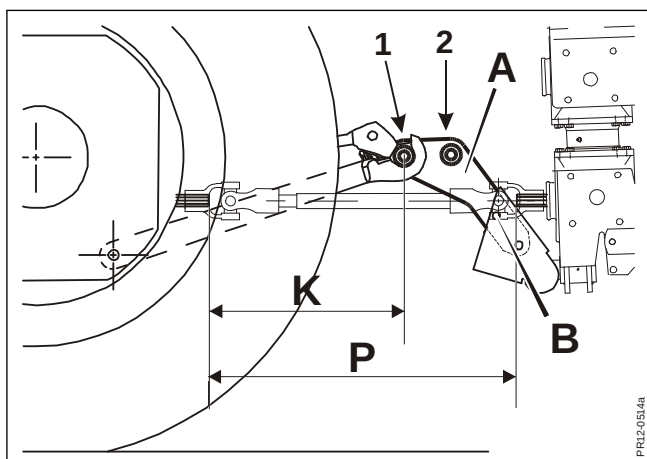

Fig. 2-2
- Fig. 2-2 Forlængerarmene **A** virker som støddæmpere i TopSafe systemet, som er standard på maskinen. På forlængerarmene er der to muligheder for placering af træktappe, afhængig af om der er korte eller lange liftarme på traktoren.
- Fig. 2-2 **KORTE LIFTARME:**